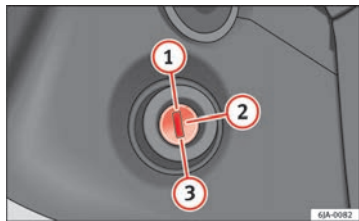

Fig. 101 Posizioni della chiave di accensione
- Durante la marcia a motore spento, la chiave dell'accensione deve essere sempre in posizione  ⇒ **fig. 101** ⇒ pagina 144 (accensione inserita). Questa posizione viene segnalata dall'accendersi delle spie di controllo. In caso contrario, lo sterzo potrebbe bloccarsi inaspettatamente - Pericolo di incidente!
- Il motorino di avviamento può essere azionato (posizione  della chiave nell'accensione ⇒ **fig. 101** ⇒ pagina 144) solamente se il motore è fermo. Se il motorino di avviamento viene azionato a motore acceso, potrebbe danneggiarsi.
- Premere a fondo il pedale della frizione ② ⇒ fig. 101 ⇒ pagina 144 e avviare il motore ③, senza premere il pedale del gas. Tenere premuto il pedale della frizione fino a quando il motore non si sia messo in moto.
- Quando il motore si è acceso, rilasciare la chiave di accensione. La chiave torna alla posizione ②. ▶
- Se, trascorsi 10 secondi, il motore non si mette in moto, riportare la chiave in posizione ①. Ripetere la procedura dopo 30 secondi.
⇒ fig. 101 ⇒ pagina 144.